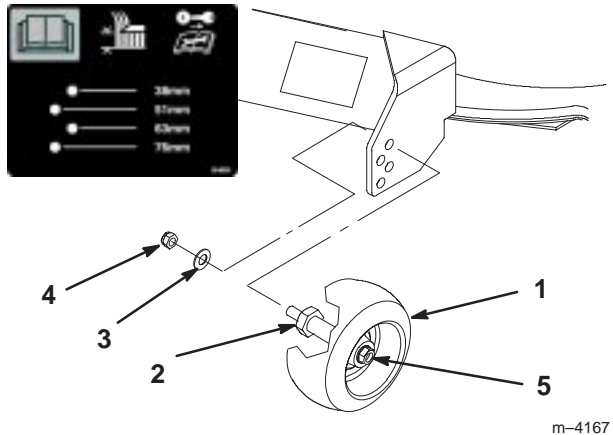

Bild 25
2. Entfernen Sie nach dem Einstellen der Schnitthöhe die Mutter und Scheibe, während Sie den Bolzen mit einem Schraubenschlüssel festhalten (Bild 25).
Note: Entfernen Sie die Radmutter und Scheibe nicht (Bild 25).
3. Wählen Sie eine solche Höhe, bei der die Radstelze der gewünschten Schnitthöhe so nahe wie möglich ist (Bild 25).
4. Montieren Sie die Bolzenmutter und Scheibe (Bild 25).